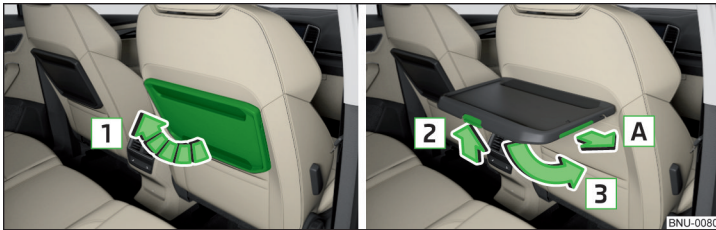

Abb. 114 Tisch hochklappen / Tisch herunterklappen und Getränkehalter herauschieben
- Zum **Hochklappen** den Tisch in Pfeilrichtung **1** anheben » Abb. 114.
Bei hochgeklapptem Tisch kann der Getränkehalter in Pfeilrichtung **A** **herausgeschoben** werden » Abb. 114.